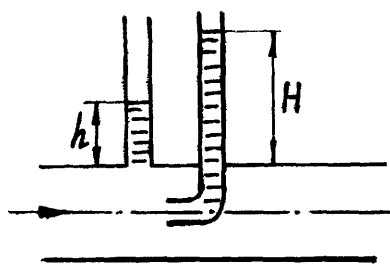

Рис. 9
18. Определить расход воды и давление в трубопроводе. Если уровень жидкости в пьезометре и трубке Пито, установленных на водопроводе диаметром 150 см, соответственно равны 50 см, 70 см (рис. 9).